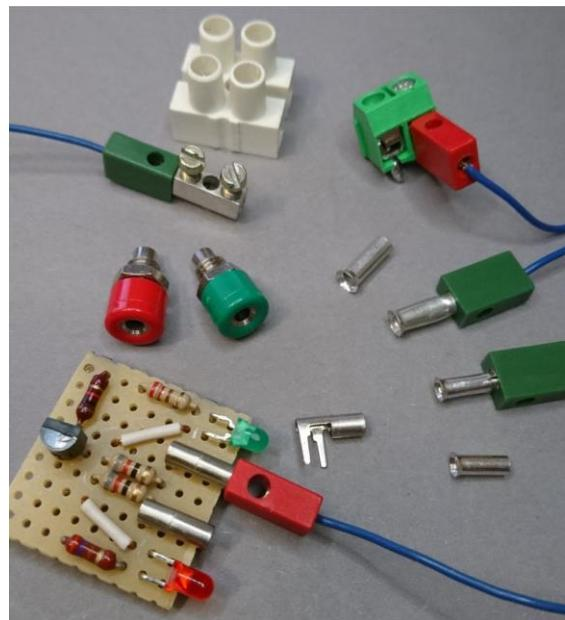

Abb. 15: Fremdbauteile als Alternativen zur fischertechnik-Buchse
Eine weitere Alternative sind *Rundsteck-hülsen* bzw. *Steckmuffen* (Abb. 15, unten links). Während Bundhülsen vertikal zur Platine montiert werden, handelt es sich hierbei um eine horizontal zu montierende Variante, die sich dementsprechend vor allem für seitliche Abschlussmöglichkeiten eignet. Auch hier schlagen allerdings relativ hohe Stückpreise zu Buche [4, 5].
*Laborbuchse* (Abb. 15, Mitte links). Sie sind sehr dauerhaft und passgenau, fügen sich aber optisch nicht besonders gut in fischertechnik-Modelle ein. Aufgrund ihrer Größe und Kosten von knapp 1 €/Stück kommen sie wohl eher für Anwendungen mit wenigen Kontakten in Frage.
*Lüsterklemmen* lassen sich durch die Fixierschraube manuell exakt auf die richtige Klemmstärke anpassen (Abb. 15, links oben). Auf der Gegenseite können sie problemlos abisolierte Kabel aufnehmen, die elektrische Verbindung zu Platinen erfolgt analog zu den H0-Buchsen (s. o.) durch An-schrauben an eine Stiftleiste. Belässt man die Lüsterklemmen in ihrer Kunststoffisolierung, können sie leicht in Gehäuse geschraubt oder geklebt oder mit fischertechnik-Bauplatten verbunden werden. Der Zugang zur Aufnahme der Stecker muss
*Platinenanschlussklemmen* sind ähnlich wie Lüsterklemmen in Leisten verschiedener Längen, teils auch zum Zusammenstecken, erhältlich. Sie sind natürlich v. a. für platinenbefestigte Anschlüsse geeignet. Der mechanische Halt des Steckers ist allerdings je nach Modell bzw. Hersteller ein wenig Glücksache und anders als bei der Lüsterklemmen hilft die Fixierschraube hier nicht, da meist nur wenig Spiel vorhanden ist. Insgesamt handelt es sich daher eher um eine wenig „serienreife“ Notlösung (Abb. 15, rechts oben).
*Aderendhülsen* in der Variante ohne Plastikmantel können in den Größen 2,5 mm2 und 4 mm2 passend gemacht werden. Sie sind sehr günstig, gut lötbar und können aufgrund ihrer Bauform mit Kragen als Notnagel für Bundhülsen dienen (Abb. 15, Mitte und unten rechts).
Alternativ kann man die kleinen Hülsen auch mit dem Cutter-Messer längs schlitzen. Man erhält dann bei sorgfältigem Vorgehen eine ähnliche Klemm-Mechanik wie die der Rundsteckhülse (Abb. 15, unten links). Für einen guten Halt des Steckers sollte die Hülse über die gesamte Länge inklusive Kragen geschlitzt werden, da sie den Stecker sonst nicht gleichmäßig umschließt.